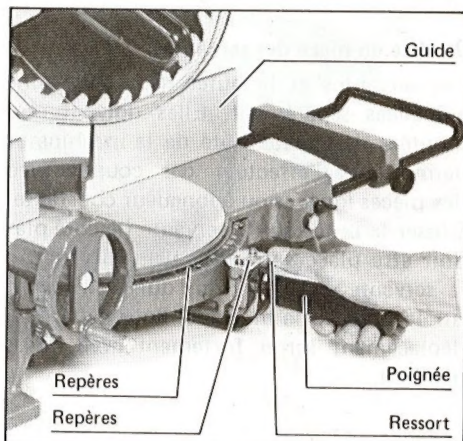

Fig. 8
- ★ Vérifier si le carter de protection fonctionne parfaitement. Fig. 8
- 2) Déprimer avec le pouce le ressort de butée, comme sur la Fig. 8. Cela relâche la goupille de butée et permet au plateau de tourner librement.